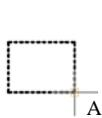

图 6.4.9 操作过程
Step3. 缩放对象。在**选择对象**：的提示下，选取图中的矩形为缩放对象，按 Enter 键结束选取；在命令行提示**指定基点**：下，选取图 6.4.9 中的点 A 为缩放基点；在命令行提示**指定比例因子或 [复制(C) 参照(R)]**：下，可指定比例因子：输入比例因子值小于 1（如：0.8）时，矩形被缩小，如图 6.4.8b 所示；输入比例因子值大于 1（如：1.5）时，矩形被放大，如图 6.4.8c 所示。